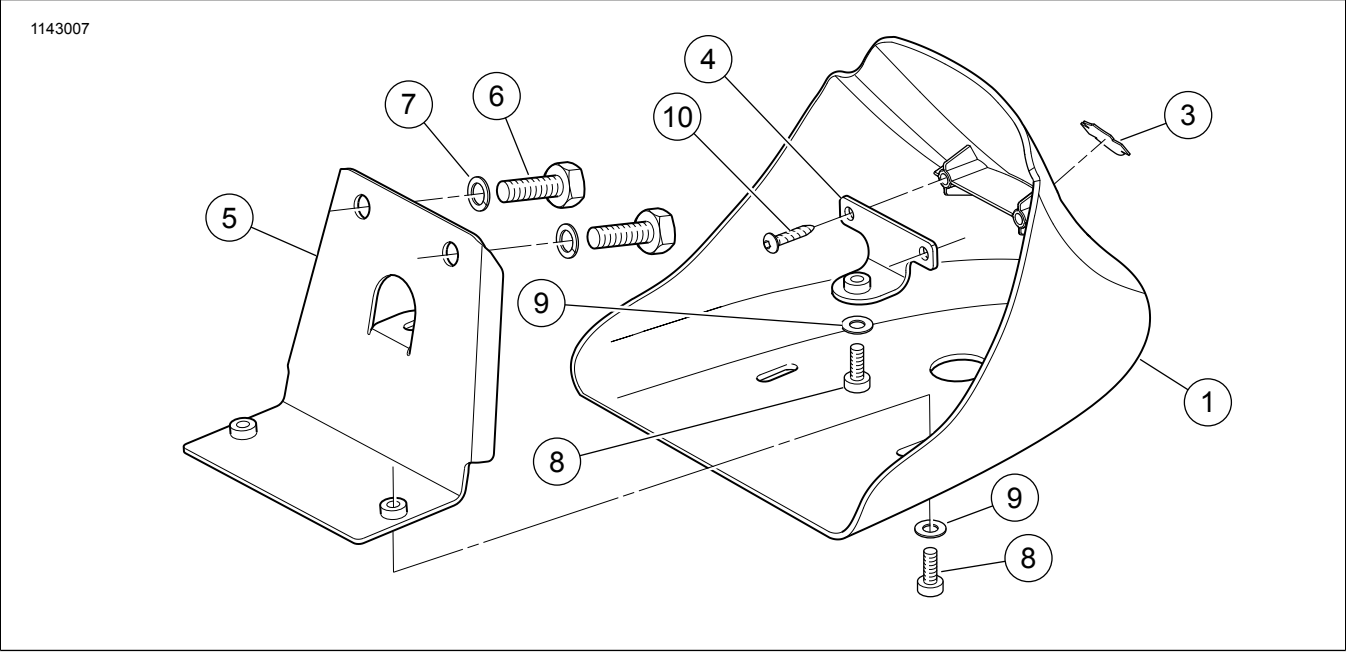

Figura 1. Piezas de servicio: Kit de alerón delantero
Estos kits son compatibles con todos los modelos Sportster® de 2004 y posteriores. Estos alerones delanteros son incompatibles con los protectores del motor. Vea Figura 1 para obtener el contenido del kit.
2. Vea Figura 1. Fije la pieza de soporte del alerón delantero superior (4) a los salientes en la parte delantera interior del alerón (1) con los dos tornillos Hi-Lo (10) del kit. Ajuste.